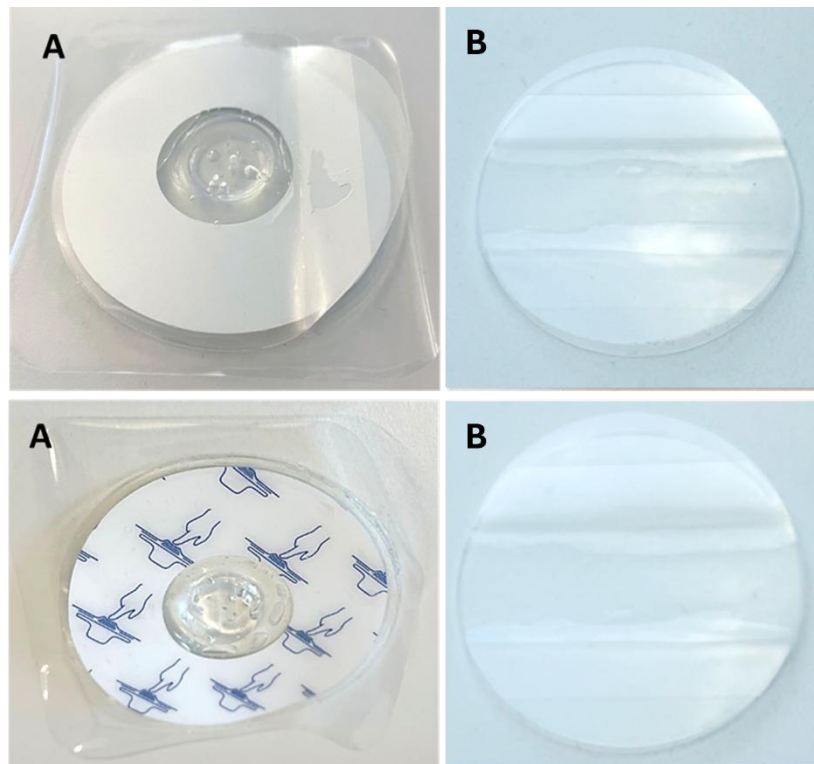

Figura 6. DXT Tape Kit. A: DXT Anterior Tape, B: Cinta posterior.
El DXT Tape Kit está especialmente diseñado para sujetar el DXT Sensor Kit al paciente y consta de la DXT Anterior Tape (A) y la DXT Posterior Tape (B) (Figura 6).